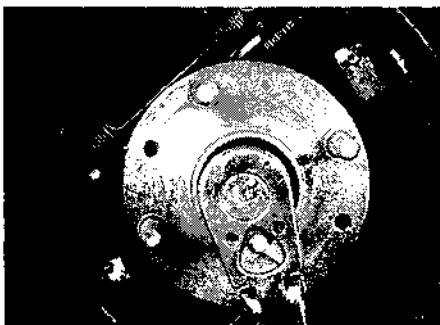

Рис. 13.4. Для снятия ступицы с подшипниками отверните центральную гайку
- 4 При помощи молотка и зубила сбейте кернение гайки ступицы. Отверните гайку (см. рис. 13.4).
- 3 Сбейте кернение гайки и отверните ее (см. рис. 13.4).